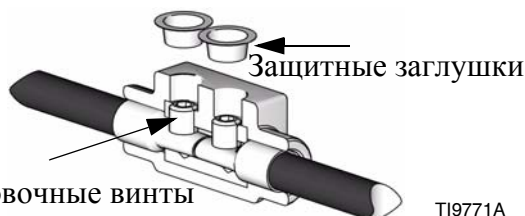

Рис. 10
При затяжке до 60 дюймофунтов (6,78 Н•м) установочные винты будут находиться приблизительно заподлицо с разъемом. См. Рис. 10.
f. Установите поверх установочных винтов защитные заглушки. См. Рис. 10.